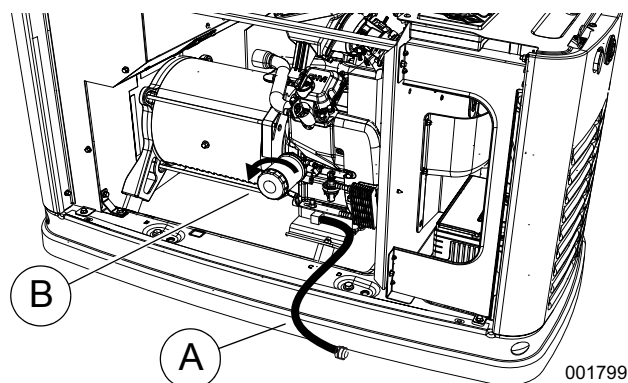

Figura 4-2. Ubicación del filtro y el vaciado de aceite
2. Vea **Figura 4-2**. Pocos minutos después de que pare el motor, y cuando se haya enfriado levemente, levante la tapa y retire el panel delantero. Tire de la manguera de vaciado de aceite (A) para sacarla de su pinza retenedora. Retire la tapa de la manguera y vacíe el aceite en un recipiente adecuado.